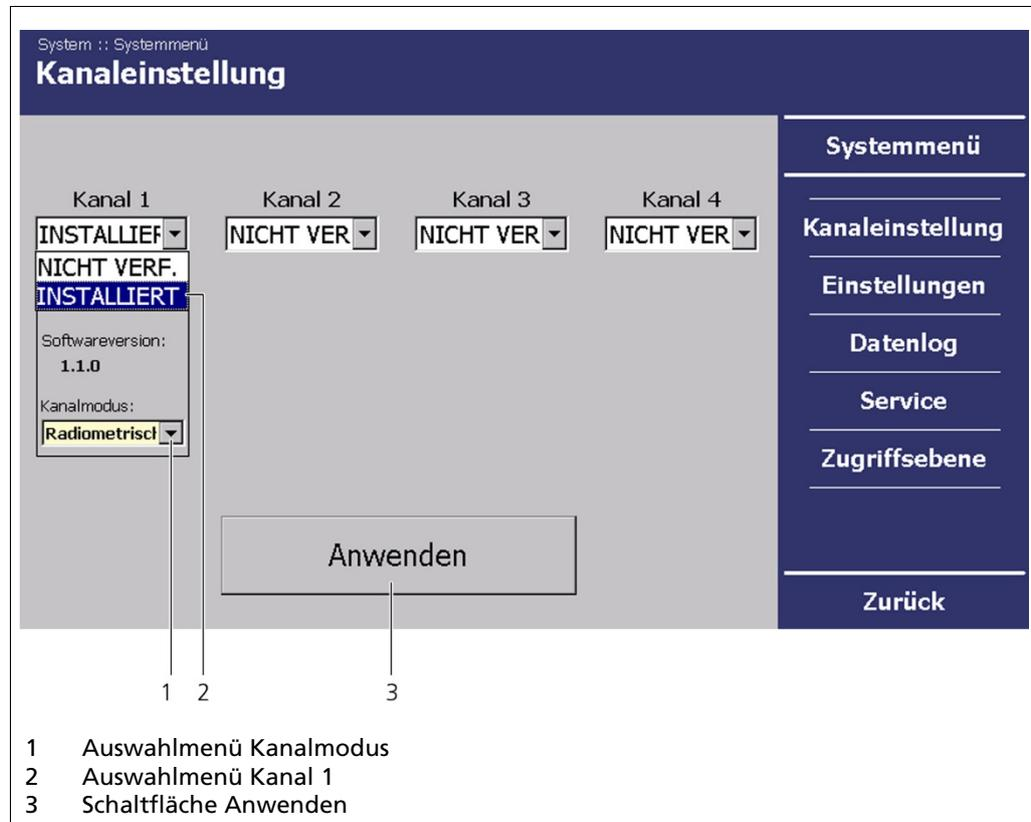

Abb. 16 Systemmenü, Kanaleinstellungen
- ▶ Der Kanalmodus „Wirbelstrom“ ist für die GAMMAcast-Detektoren nicht zulässig. Stellen Sie im Menü <Kanaleinstellung> im Auswahlmenü „Kanalmodus“ (das Messverfahren) auf „Radiometrisch“ (Abb. 16, Pos. 1).
2. Wählen Sie im Auswahlmenü unter „Kanal XY“ (Abb. 16, Pos. 2) <INSTALLIERT> aus.
3. Wählen Sie im Auswahlmenü unter „Kanalmodus“ (Abb. 16, Pos. 1) „Radiometrisch“ als Messmethode aus.
4. Klicken Sie auf <Anwenden> (Abb. 16, Pos. 3).